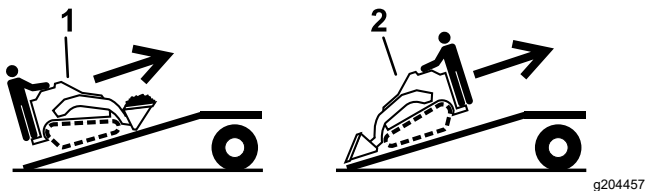

Figura 28
5. Carregue a máquina para o atrelado com a extremidade pesada para cima na rampa, carregando as cargas em baixo (Figura 28).